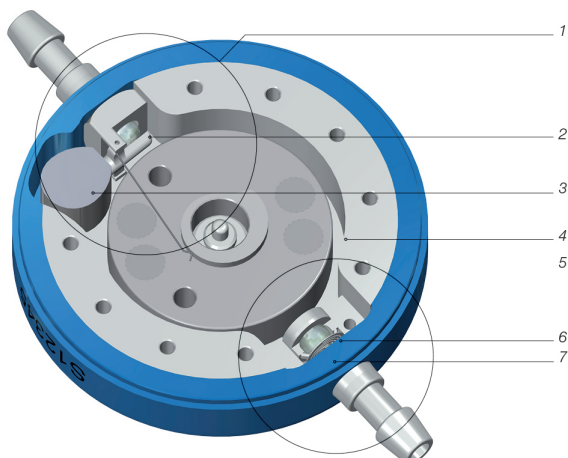

Fig. 1: Sección transversal de M.blue
La válvula *M.blue* está fabricada en titanio y se compone de una unidad gravitacional ajustable y de una unidad de presión diferencial (Fig. 1). La unidad gravitacional ajustable (1), situada en la parte proximal de la válvula, lleva un contrapeso de tántalo (3) que retiene una esfera de zafiro en su asiento por medio de una palanca (2). En función de la posición corporal del paciente, la influencia del contrapeso de tántalo sobre la esfera de zafiro va cambiando y, con ello, la presión de apertura de la válvula. Un rotor (4) permite ajustar la tensión previa del muelle de varilla que va unido a la palanca de forma posoperatoria a través de la piel. De esta manera, puede regularse la influencia del contrapeso de tántalo sobre la esfera de zafiro y, con ello, la presión de apertura de la válvula. Un micromuelle helicoidal (7) situado en la parte distal de la válvula controla la presión de apertura de la unidad de presión diferencial (5). Una